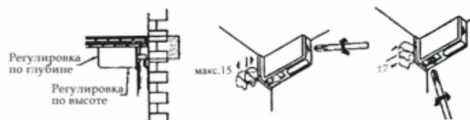

рис.2
- 4) с помощью регулировочных винтов отрегулировать изделие по высоте (± 7 мм) и по глубине (макс. 15 мм) (Рис.2);